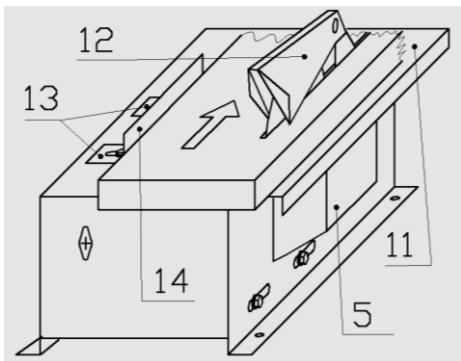
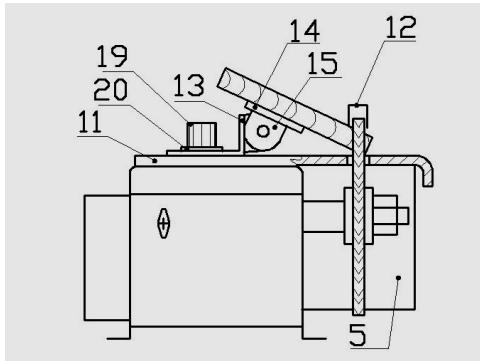

Рис. 5
Рис. 6
- Установить на пильный стол (11) разделительный нож с защитным козырьком (12);
- Установить пильный стол (11) на станок сверху прорезью на пильный диск (28) и закрепить его. Если нужно, отрегулировать глубину пиления подкладками или шайбами под пильный стол. При необходимости отрегулировать положение разделительного ножа с козырьком (12) точно сзади в плоскости пильного диска перемещением по столу, или меняя шайбы пилы (29 и Ø24) местами (шайбы разной толщины – 3 мм и 4 мм);
- **Рис.5 и Рис.6** Установить регулировочные уголки (13) и направляющую линейку (14) на нужный размер пиления, подложив под зажимные барашки (19) шайбы (20). При необходимости установить угловую линейку (15);